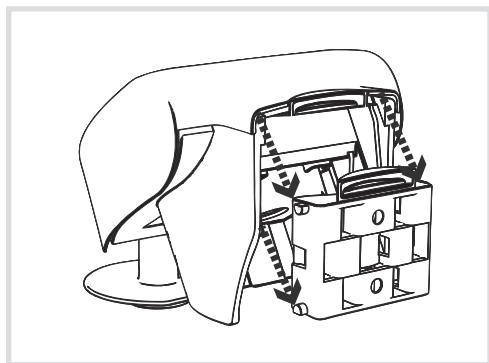

Bild 8: Montage auf Befestigung
(10) Anschlussklemmen für Hilfsspannung
- (11) KNX-Busanschlussklemme
- (12) Steckverbinder für Niederschlagssensor in der Gehäuseabdeckung
- (13) Programmier-Taste und -LED
- (14) GPS-Antenne
- Abdeckung (8) auf das Gehäuse-Unterteil (3) auflegen und vorsichtig runterdrücken bis es hörbar einrastet.
- Die Wetterstation von oben in die montierte Befestigung schieben. Darauf achten, dass die Zapfen der Wand-/Mastbefestigung in den Führungen des Gehäuse-Unterteils hörbar einrasten (Bild 8).